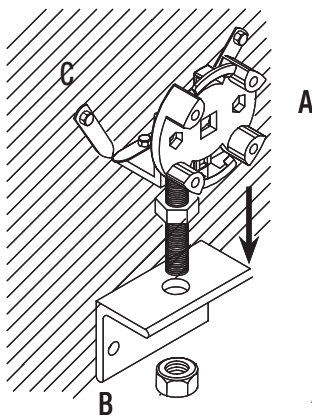

Abb. 14
2. Die verstellbare Motorhalterung (Abb. 14, Bez. **A**) an der Öffnung des Winkeleisens befestigen (Bez. **B**), laut Abbildung 14.